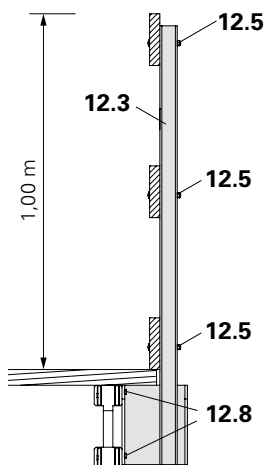

Fig. A1.33a
3. Fissarlo alla trave impalcato con viti per legno (6x) 6 x 80 DIN 571 (12.8). (Fig. A1.33a)